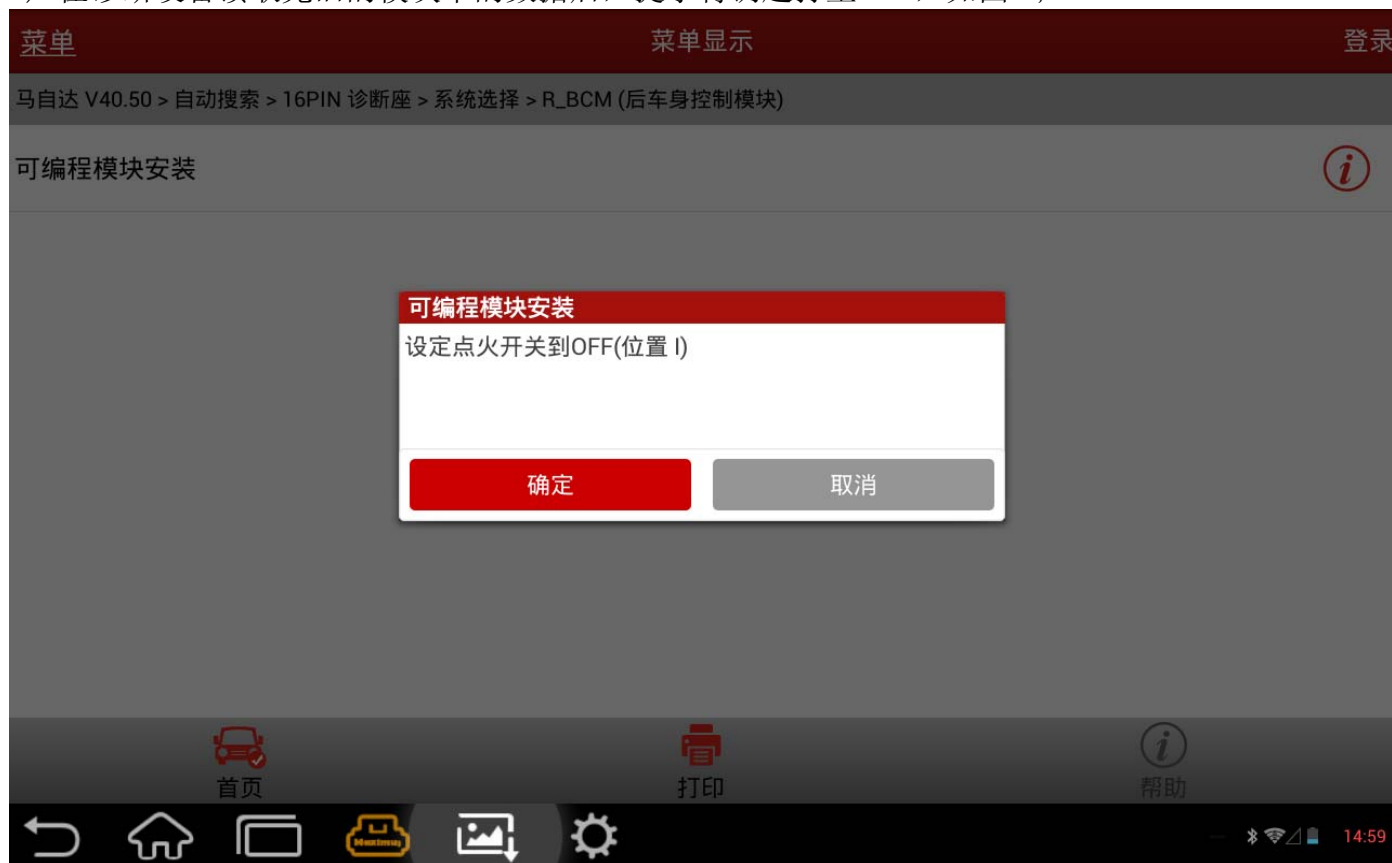

图 4
4). 在诊断设备读取完旧的模块中的数据后，提示将钥匙打至 OFF，如图 4；